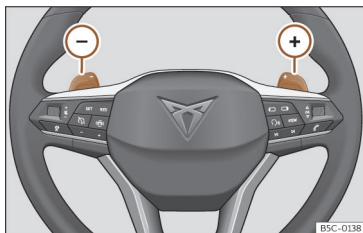

Fig. 139 Volante: palancas para cambio automático.
- Pulse la leva de cambio (+) para insertar una marcha superior» **fig. 139**.